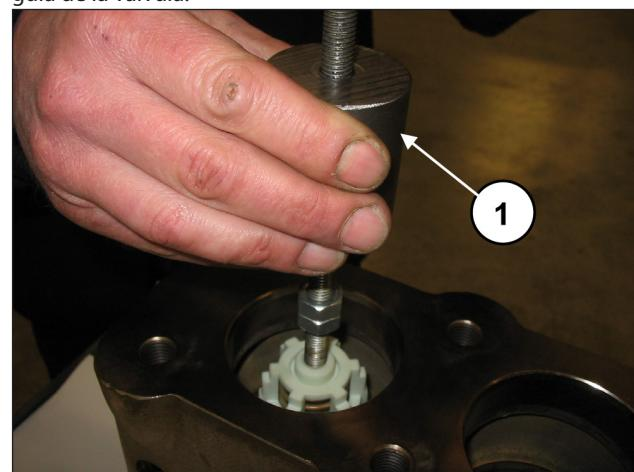

Fig. 110
Extraer el grupo de la válvula de envío aplicando un extractor de percusión (cód. 27516400) en el orificio M10 de la guía de la válvula (pos. ①, Fig. 110) o, como medida adicional, aplicar un adaptador M10-M16 (cód. 25089700) a la rosca M16 de la guía de la válvula.